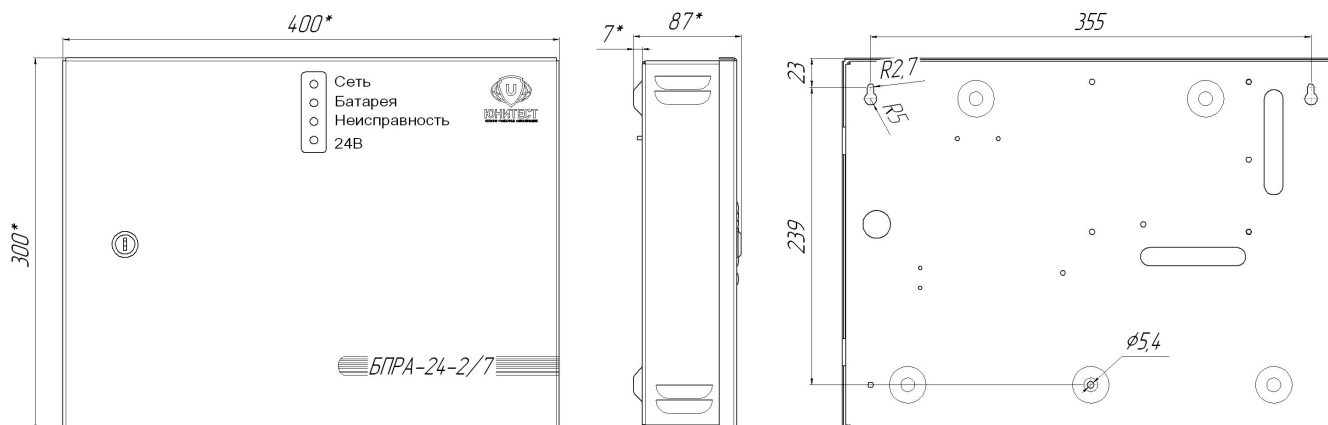
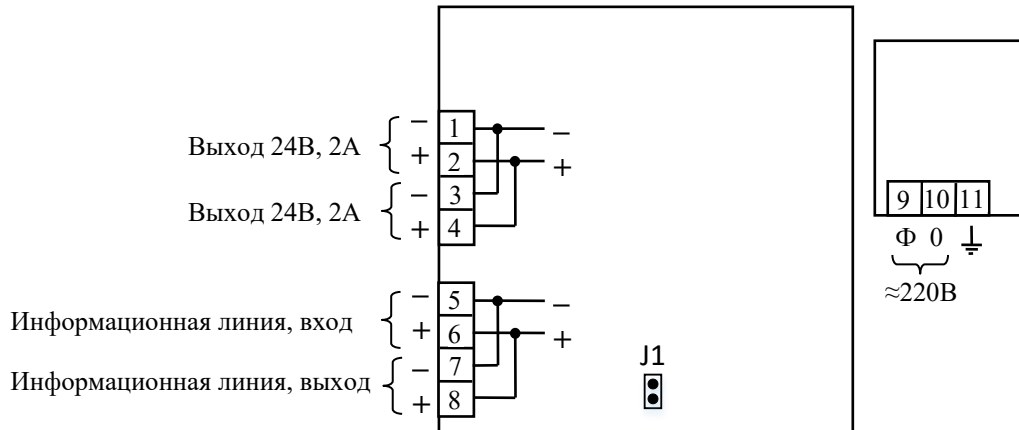

Рис.1. Габаритные и установочные размеры А16-БПРА.
Рис.2. Схема подключения БПРА.
2.1.1. При проектировании размещения устройств пожарной автоматики необходимо руководствоваться Сводом правил СП 5.13130.2009. Габаритные и установочные размеры БПРА показаны на рис.1, принципиальные схемы подключения – на рис.2.
2.2.1. БПРА (см. рис.2) поставляется с установленными джампером 1 (программирование адреса).